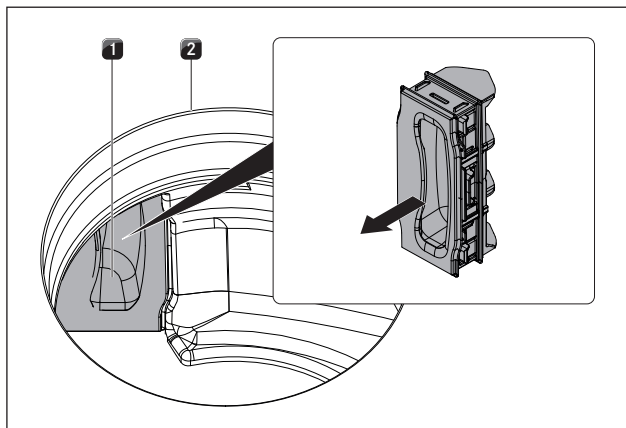

рис. 8.5 Снятие откидной крышки фильтра
- ▶ Вытяните находящуюся внутри отверстия для впуска воздуха откидную крышку фильтра из отверстия корпуса фильтра (снятие откидной крышки фильтра, смотрите рисунок 8.5).